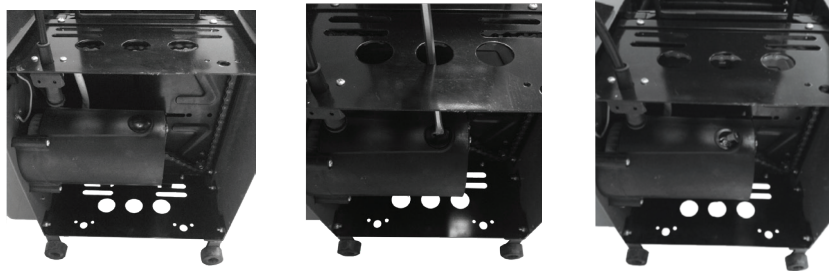

рис. 9
8.3 Замена щёток двигателя (см. рис.9):